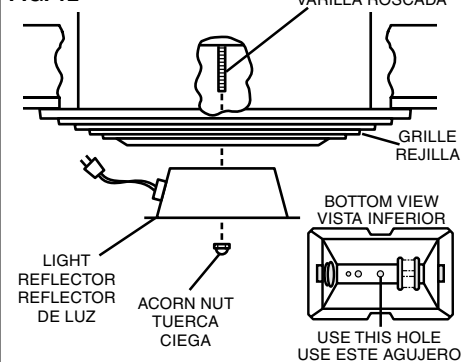

FIG. 13
- Install light lens by (1) hooking one of its tabs into notch in grille/reflector assembly; (2) apply light pressure to other tab with fingertips and (3) snap into place. (FIG. 13)
- Para instalar el lente de la luz: 1) Enganche una de las pestañas en la muesca del conjunto de rejilla/reflector; 2) Aplique un poco de presión a la otra pestaña con las yemas de los dedos, y 3) Encájela en su sitio. (FIG. 13)